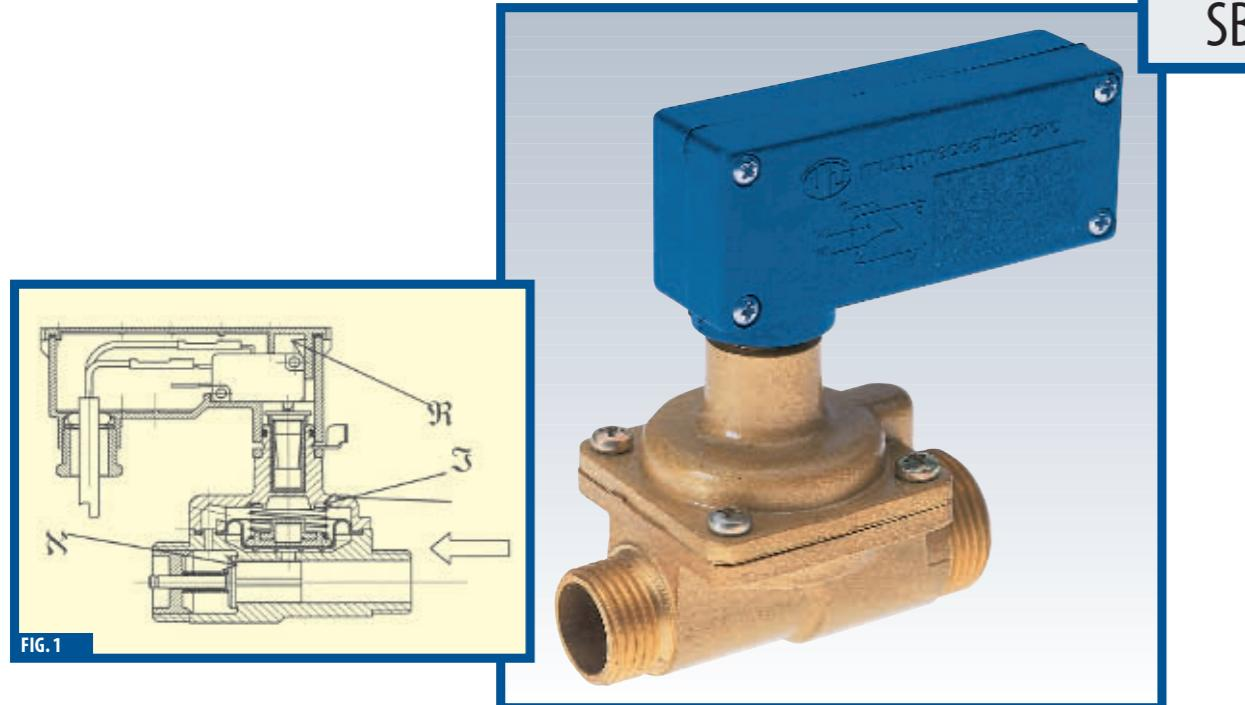

FIG. 1
**MAIN CHARACTERISTICS** The SBP flow switch works as a differential pressure switch until it reaches a pressure value ( $\Delta P_B$ ) which causes the opening of a by-pass making it work as an overpressure valve. Under this value ( $\Delta P_B$ ) the SBP flow switch closes or switches an electrical contact when the pressure reaches its upper set-point micro ( $\Delta P$  intervention) and releases it when it drops below the lower micro setpoint ( $\Delta P$  release). When the pressure difference goes higher than the pre-established value ( $\Delta P_B$ ) the by-pass opens and the component functions as an overpressure valve. A pair of permanent magnets, placed in their mutual repulsion position, one inside the flow switch body and one outside the body, replace the classic solution of O-ring seal and shaft. This new solution greatly increases the reliability and working life of the flow switch (fig. 1).
**GŁÓWNE WŁASNOŚCI I FUNKCJE:** Czujniki przepływu SBP działają, jako różnicowe wyłączniki ciśnienia, aż nie dojdzie do takiej wartości ciśnienia ( $\Delta P_B$ ), która powoduje otwarcie obejścia tak, że zacznie on działać, jak zawór nadciśnieniowy. Poniżej tej wartości ( $\Delta P_B$ ) czujnik przepływu zwiera albo przełącza styk elektryczny, kiedy osiągnie swoją górną ustawnioną wartość (intervencja  $\Delta P$ ) i rozwiera się, jeżeli wartość zmniejszy ponizej ustalonego poziomu (zwalniająca  $\Delta P$ ). Jeżeli ciśnienie różnicowe przekroczy wcześniej ustaloną wartość ( $\Delta P_B$ ), to obejście otwiera się, a komponent zaczyna działać, jak zawór nadciśnieniowy. Para magnesów stałych, umieszczonych tak, aby się odpłykały; jeden wewnątrz korpusu czujnika przepływu i jeden na zewnątrz czujnika przepływu, zastępuje klasyczne rozwiązanie z pierścieniem typu O i wałkiem wyraźnie zwiększać niezawodność i żywotność eksplatacyjną czujnika przepływu (rys. 1).
**ОСНОВНЫЕ СВОЙСТВА И ФУНКЦИИ:** Переключатели потока SBP работают как дифференциальные напорные переключатели до тех пор, пока не достигнут величины давления ( $\Delta P_B$ ), которая вызывает открытие обхода, таким образом, они начнут работать как напорные клапаны. Ниже этой величины ( $\Delta P_B$ ), переключатель потока закрывается или переключает электрический контакт, как только давление достигнет своей верхней отрегулированной величины (интервенция  $\Delta P$ ) и освобождается, если снизится под нижнюю отрегулированную величину (освобождение  $\Delta P$ ). Если перепад давления увеличивается над заранее определенную величину ( $\Delta P_B$ ), обход открывается и компонент действует как клапанброса давления. Два постоянных магнита, размещенных в взаимно отталкивающих положениях, один внутри тела переключателя потока и один снаружи переключателя потока, замещают классическое решение о-колец и оси и, таким образом, резко повышает надежность и срок эксплуатации переключателя потока (рис. 1).
**OPERATING PRINCIPLE:** SBP flow switches are installed parallel to the control circuit to be monitored (see application example). For differential pressure values inferior to  $\Delta P_b$  the by-pass (as fig. 1) is closed(not hermetic): SBP upper and lower pipes are not connected and the system works as a differential pressure switch (since "+" plug is above the by-pass while the "-" plug is below the by-pass). The pressure difference that is generated lifts the diaphragm-cap-magnet unit (as fig. 1) and overcomes the antagonist force exercised by the spring. When this magnet is a specific distance from the second magnet located inside the microswitch drive piston their mutual repulsion force becomes greater than the tripping force of the microswitch push-button (as fig.1) and switching takes place. When the pressure difference decreases and drops below the release set-point the two magnets repel and the microswitch push-button goes back to its normal position. If the pressure difference value superior to  $\Delta P_b$  the by-pass opens and the system works as an over pressure valve. The micro switch switches at the  $\Delta P$  intervention value (before the by-pass is opened) and remains activated.
**FUNKJE:** Czujniki przepływu SBP instalują się równolegle z obwodem sterowania przeznaczonym do monitorowania (patrz rysunek: przykład zastosowania). W przypadku wartości ciśnienia różnicowego ponizej  $\Delta P_b$  obejście (N na rys. 1) jest zamknięte (ale nie hermetycznie): górnego i dolnego rurociągu SBP nie jest podłączony, a system działa, jako czujnik ciśnienia różnicowego (ponieważ stożek „+“ znajduje się nad obejściem, a stożek „-“ znajduje się pod obejściem). Różnica ciśnienia przesuwa zespół membrana-pokrywa-magnes, a ruch membrany musi pokonać przeciwne skierowanej siłce sprężyny. Jeżeli ten magnes znajduje się w ustalonej odległości od drugiego magnesu umieszczonego w tleku napędu mikrowyłącznika, to ich wzajemna siła odpędzania się jest większa od siły powodującej przekroczenie mikrowyłącznika (Obr. 1) i następuje jego włączenie. Jeżeli ciśnienie różnicowe maleje i spada poniżej punktu ustawionego dla zwolnienia, te dwa magnesy będą się odpierać i styki mikrowyłącznika wróci do normalnego położenia. Jeżeli wartość ciśnienia różnicowego przekracza  $\Delta P_b$ , obejście otworzy się, a system będzie działać, jak zawór nadciśnieniowy. Mikrowyłącznik przełączy się przy wartości interencyjnej  $\Delta P$  (przed otworem obejścia) i pozostanie włączony.